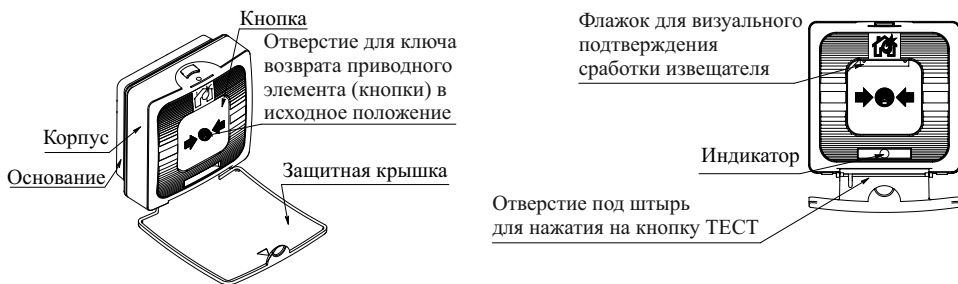

Рисунок 1
2.1 ИПР передает тревожный сигнал «Пожар» по адресной линии связи (далее – АЛС) в прибор при нажатии на приводной элемент (кнопку) с усилием свыше 25 Н. При этом появляется флажок желтого цвета (рисунок 1), что обеспечивает визуальное подтверждение сработки извещателя. После снятия усилия кнопка извещателя остается в нажатом положении. Для возврата кнопки в исходное положение применяется ключ, входящий в комплектность.